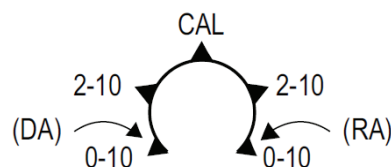

Figure 12 : Potentiomètre de réglage du signal
Les modèles M9220-GGx-1 et M9220-HGx-1 disposent de positions supplémentaires qui permettent de choisir également la plage du signal (voir Figure 12).
2. Coupez et remettez le servomoteur sous tension puis placez le potentiomètre sur 'CAL' (voir Figure 12).